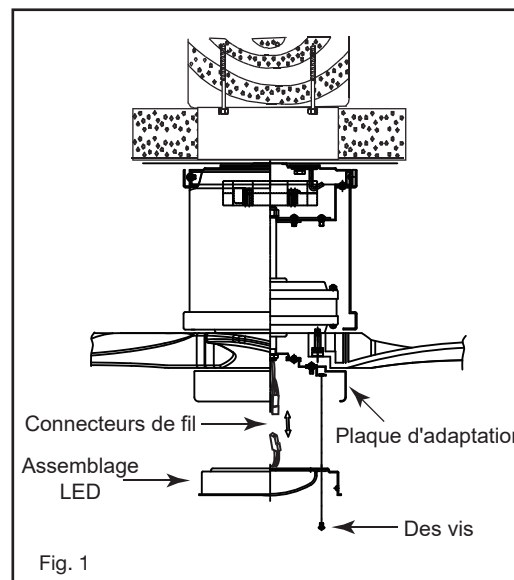

Fig. 1
- 3 Placez les trous de clé sur l'ensemble LED sur les 2 vis précédemment desserrées, tournez la plaque lumineuse jusqu'à ce qu'elle se verrouille en place au niveau de la section étroite des trous de clé. Fixez en serrant les 2 vis précédemment desserrées et celle précédemment retirée. (Fig. 1)
- 1 Sélectionnez un emplacement souhaité. Utilisez la plaque murale pour marquer l'emplacement des trous de montage. Des ancrages muraux en plastique ou des vis de montage sont nécessaires pour cette application. (Fig. 1)